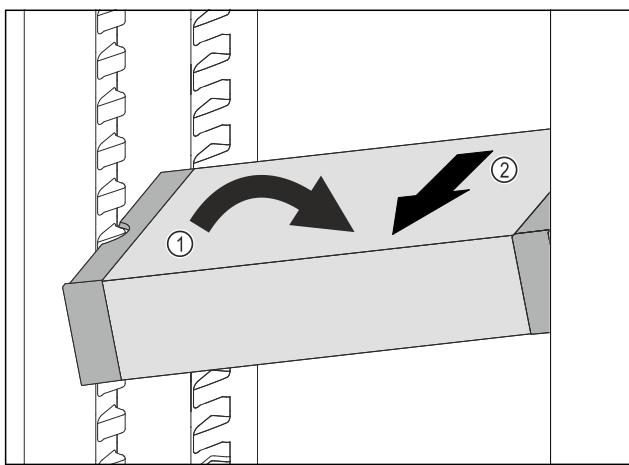

Fig. 92
- ▶ Встановити VarioSafe під кутом в охолоджувальному відділенні. Fig. 92 (1)
- ▶ Витягнути VarioSafe вперед. Fig. 92 (2)